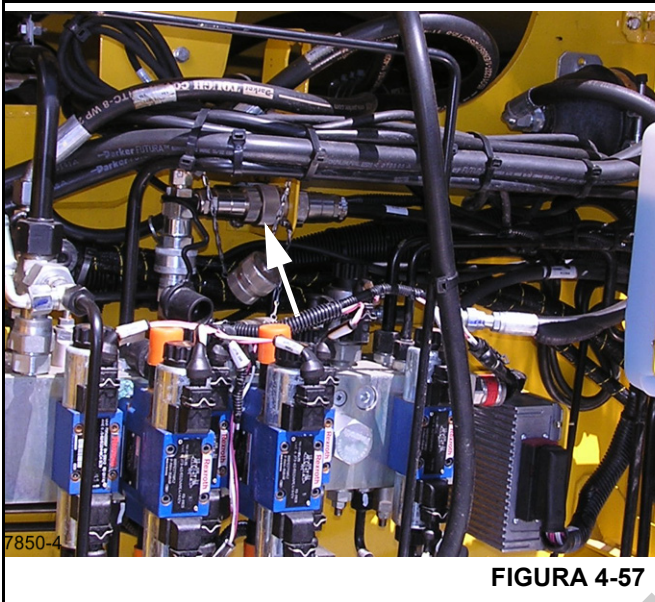

FIGURA 4-57
23. Conecte os fios elétricos de acordo com as etiquetas colocadas antes da remoção (Figura 4-57).